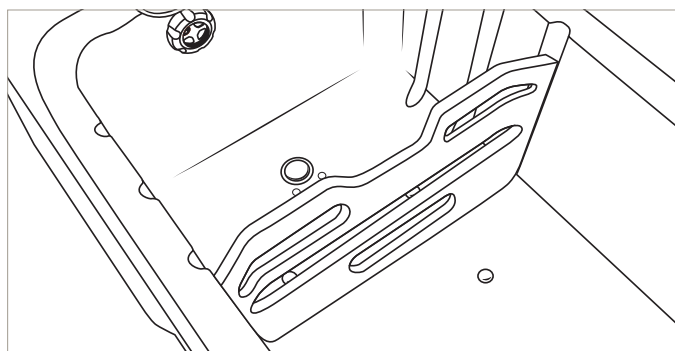

Figure 30
12. Fixer le repose-pieds, si besoin. Voir la section Figure 30.